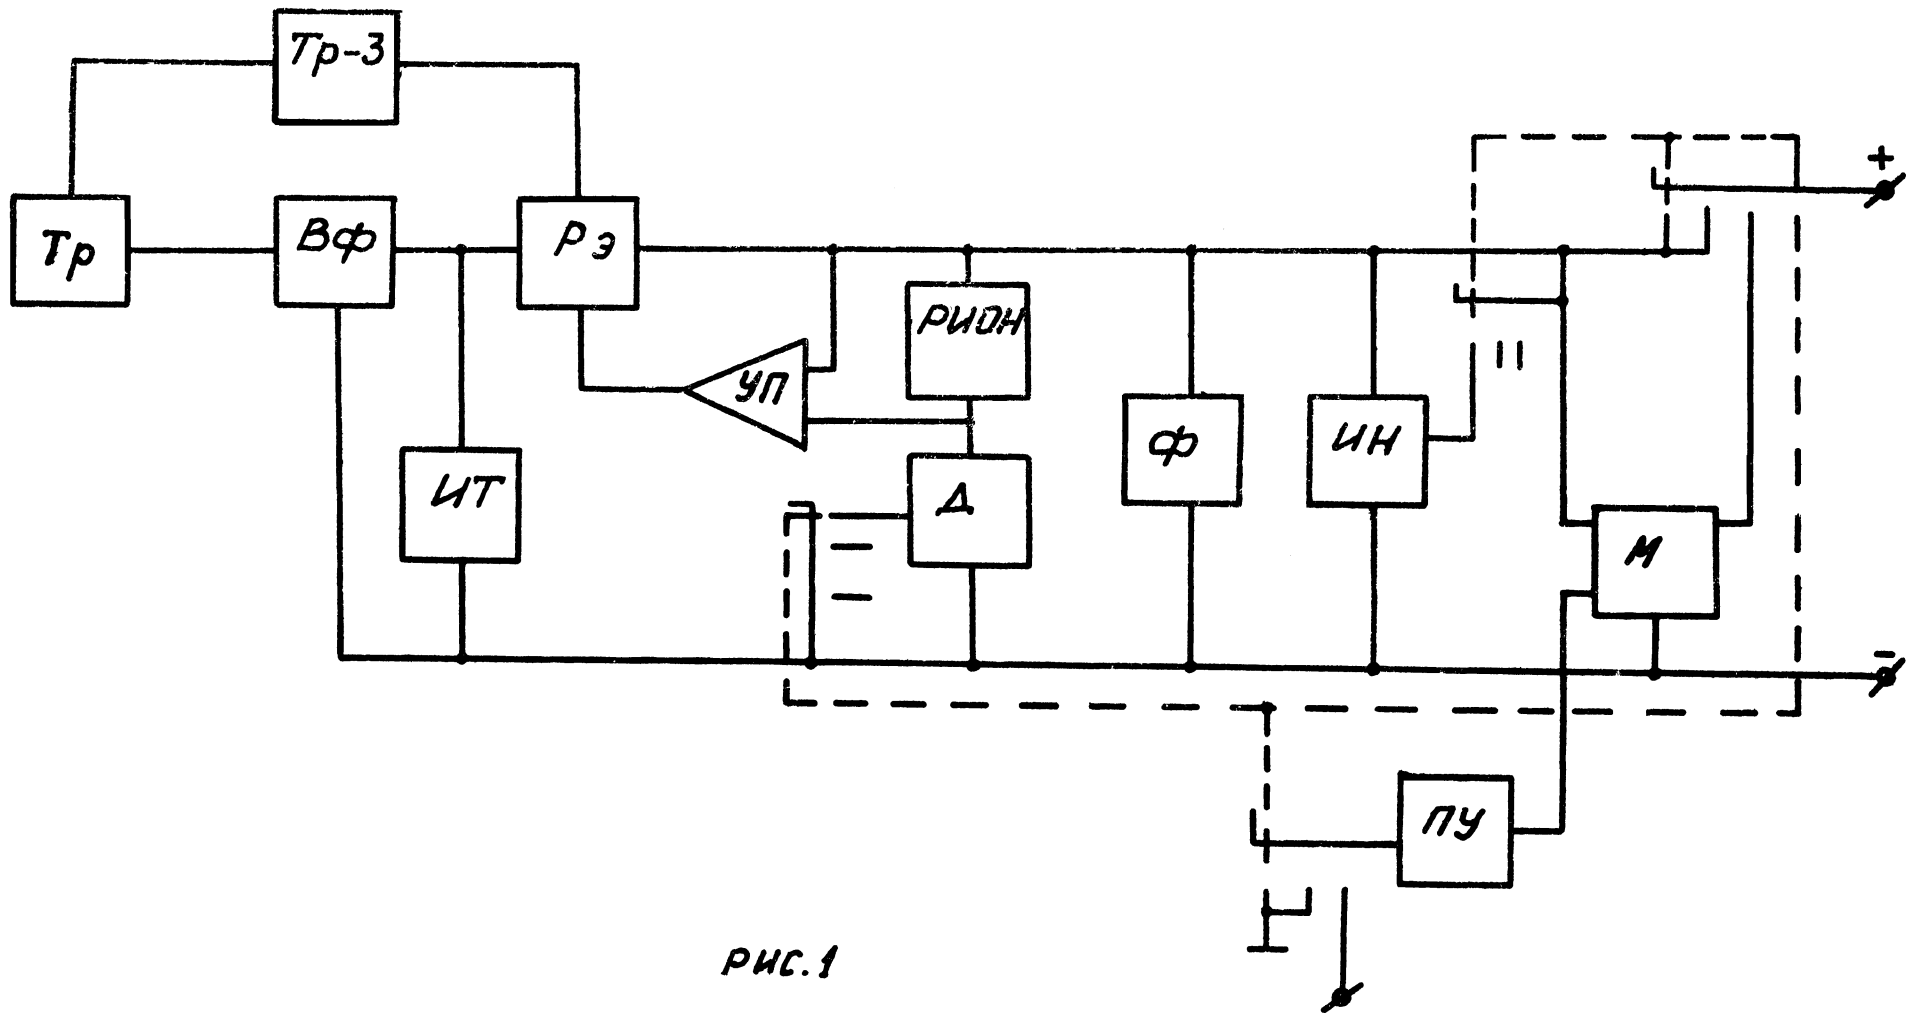

Рис. 1
4.1. Структурная схема прибора дана на рис.1 и включает следующие узлы: